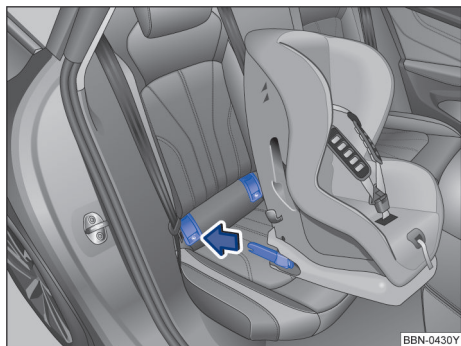

图 39 原理图：安装带固定臂的 ISOFIX 儿童座椅
- 沿箭头方向将儿童座椅的固定臂推到 ISOFIX 固定点→图 39 上。必须能听到儿童座椅牢固卡止的声音；